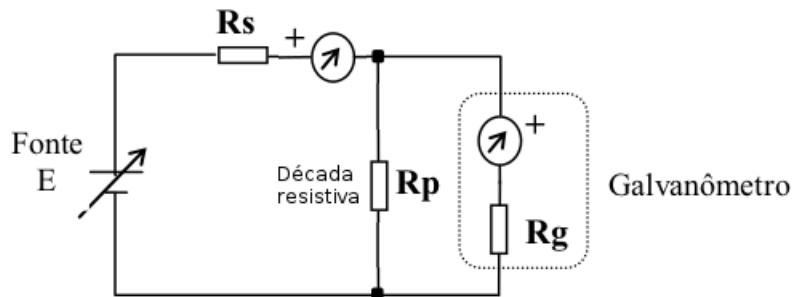

Figura 9: Circuito para determinação da *resistência interna* do galvanômetro. Note-se o uso da **década resistiva**.
- Mantendo o circuito e os valores de  $E$  e  $R_s$  determinados no tópico anterior, acrescente uma resistência  $R_p$  em paralelo com o galvanômetro, de acordo com a figura 9.